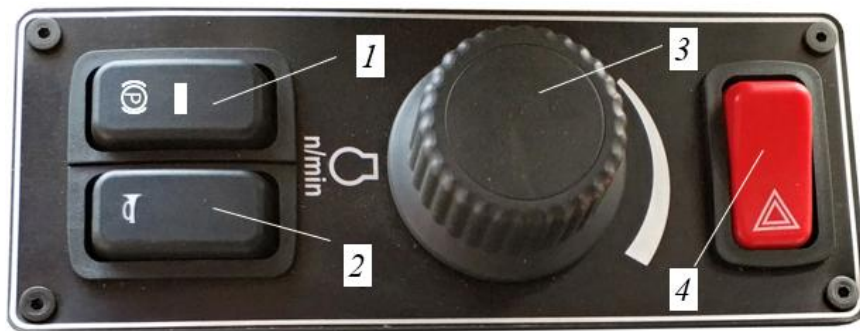

Рисунок 3.121. Органы управления на левой тумбе
- ▶ Убедиться в том, что кнопка безопасности нажата (поз. 4, рис. 3.121) – блокирует работу трансмиссии и кранового оборудования;
- ▶ Подать короткий звуковой сигнал, нажав клавишу 2 (рис. 3.121), предупредив окружающих о своих намерениях.
Обороты двигателя регулируются рукояткой (энкодер), расположенной на тумбе слева от сиденья оператора, поз. 3, рис. 3.121. Для увеличения оборотов двигателя необходимо рукоятку поворачивать по часовой стрелке, для уменьшения против часовой стрелки. Рукоятка не имеет крайних фиксированных положений. Вращая рукоятку в разные стороны, Вы не сможете изменить заданные минимальную и максимальную частоты вращения двигателя. Фактическое значение частоты вращения двигателя отображается на приборной панели, см. п. 3.1.2 «Приборная панель».
- ▶ Установить обороты двигателя рукояткой 3, рис. 3.121, соответствующие минимальным, дать двигателю поработать 2-3 мин. без нагрузки.